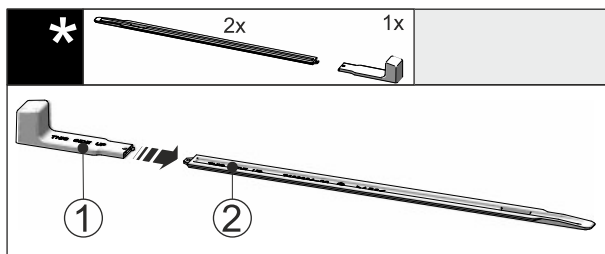

Fig. 50
► Insérer la poignée de montage Fig. 50 (1) dans le rail de nivellement Fig. 50 (2).